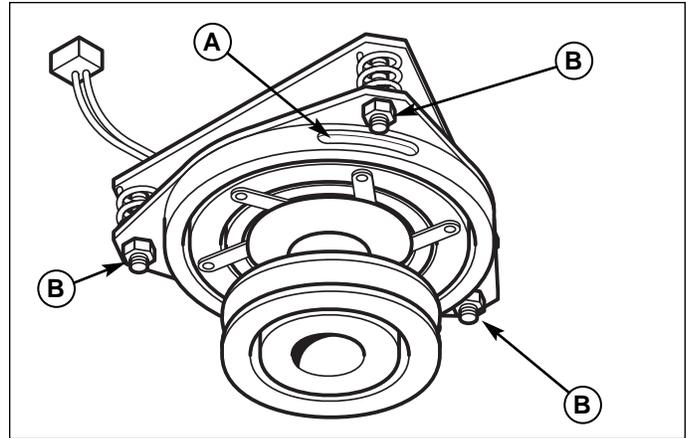

Figure 39. Réglage de l'embrayage de PDF
2. Voir Figure 39. Noter la position des trois fenêtres de réglage (A) du côté de la plaque de frein et des boulons à filetage autofreinant (B).
4. Serrer alternativement les écrous de réglage (B, Figure 39) jusqu'à ce que la face du rotor et celle de l'armature s'affleurent avec la jauge.